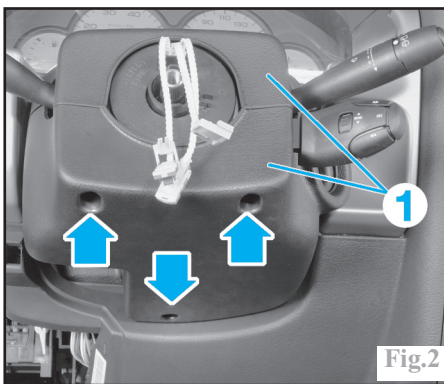

Fig.2
Déposer les trois vis de fixation des coquilles (1), puis ces dernières (Fig.2).
- les trois vis de fixation des coquilles (1), puis ces dernières (Fig.2).